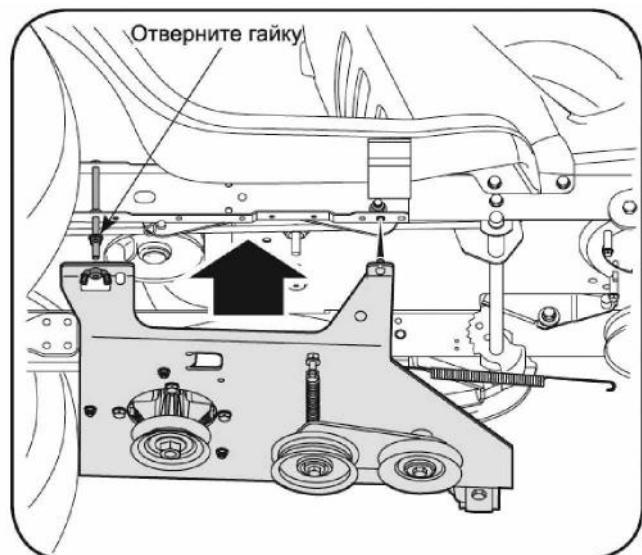

Рис. 21.
2. Отверните гайку со шпилькой, предназначенной для крепления задней части блока рамы и расположенной на лонжероне трактора с его правой стороны. См. Рис. 21.